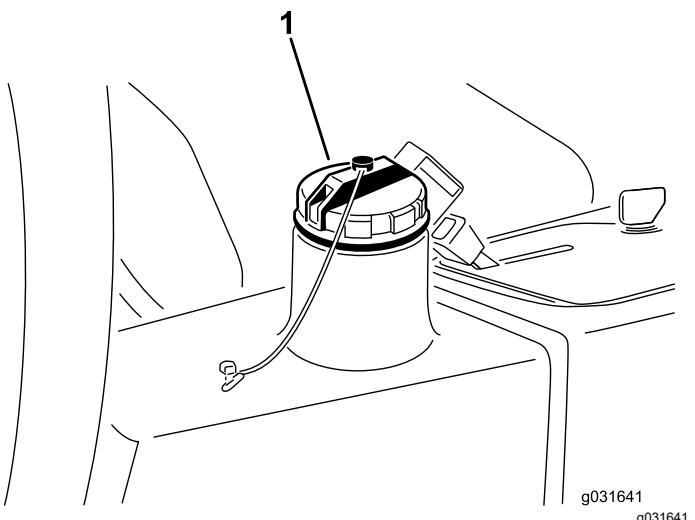

図 67
4. 油圧オイルタンク図 67に約 13.2 リットルの油圧オイルを入れる 油圧システムを点検する \(ページ 53\)を参照。